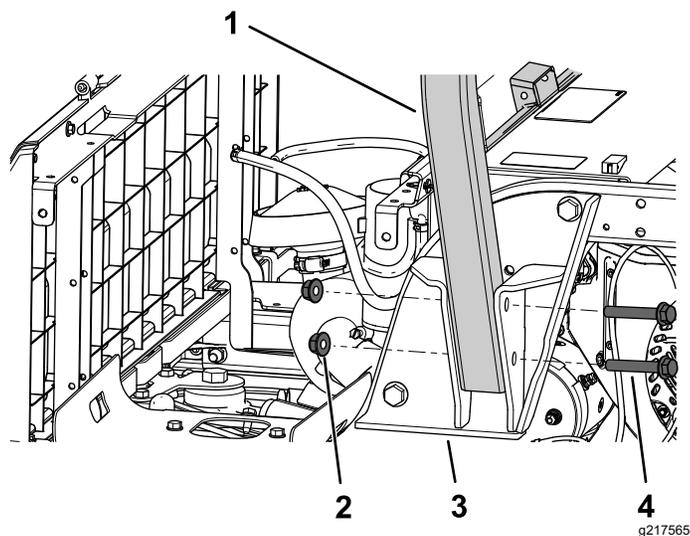

図 26
1. ROPS の片側を、ROPS ブラケットに固定するフランジヘッドボルト $\frac{1}{2}$ x $3\frac{1}{2}$ インチ 2 本、ロックナット $\frac{1}{2}$ インチ 2 個を使用して図 26 のように取り付ける。